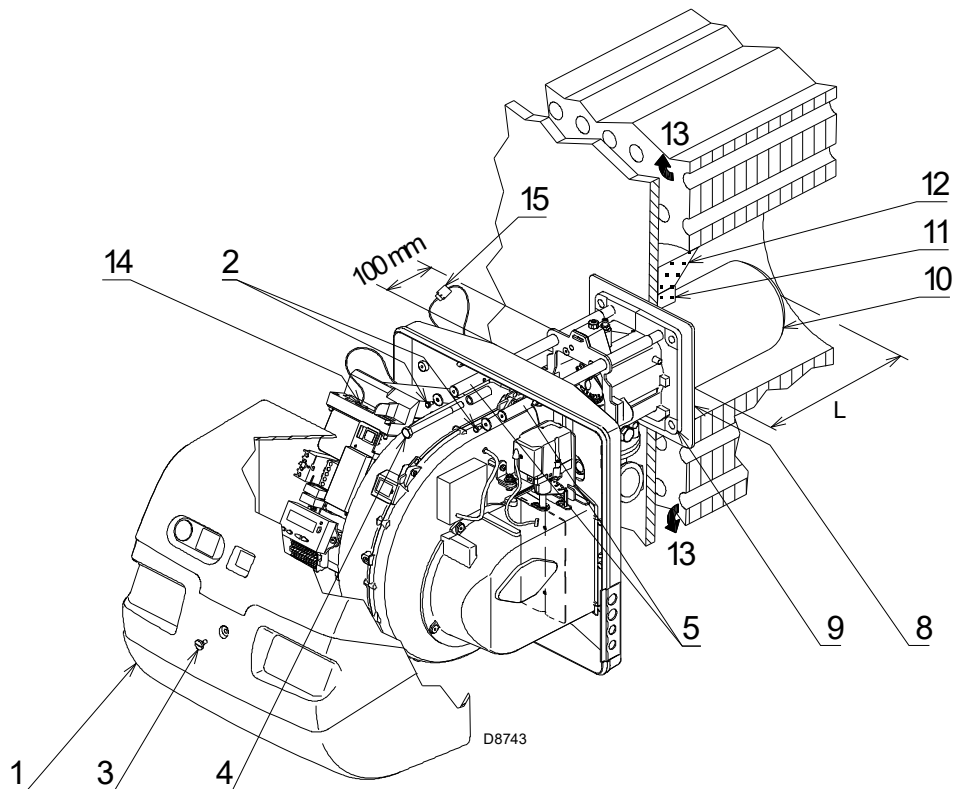

Рис. 16
В котлах с передним оборотом дымовых газов 13)(Рис. 16) защитите огнеупорным материалом 11) зону между огнеупорной частью котла 12) и жаровой трубой 10).
Отсоедините головку горения от остальной части горелки, как на Рис. 16; выполните следующее:
- снова установить горелку на направляющие 3) примерно на 100 мм от муфты 4) - положение горелки указано на Рис. 16;
- подсоедините штекер сервопривода 14)(Рис. 16) и закрутите кабельный ввод 15);